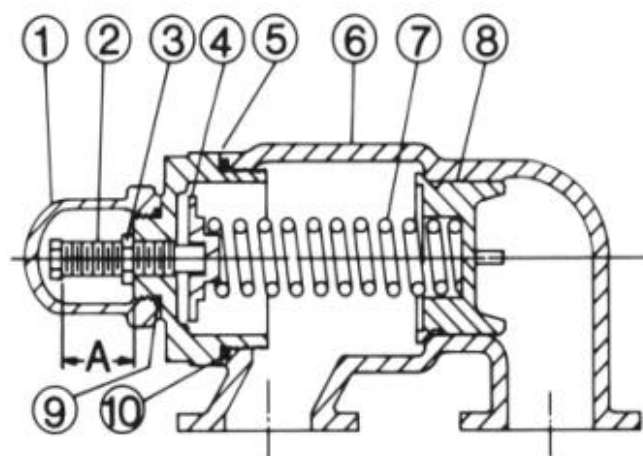

FIGURE 12
2. Mesurez et notez la longueur d'extension de la vis de réglage. Voir "A" sur les Figures 12 et 13.